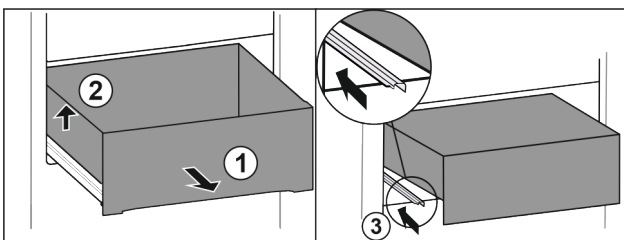

Fig. 19
- ▶ Изтеглете чекмеджето докрай. Fig. 19 (1)
- ▶ Повдигнете чекмеджето отляво. Fig. 19 (2)
- ▶ Вкарайте лявата релса. Fig. 19 (3)